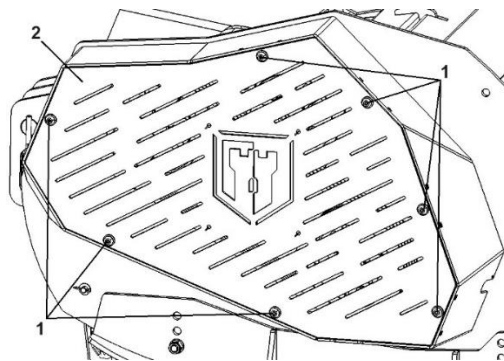

Abbildung 14. Einstellung der Riemenspannung des Riemenantriebs: 1 – Befestigungsschrauben, 2 – Schutzabdeckung des Riemenantriebs
Zur Einstellung der Riemenspannung ist wie folgt vorzugehen (Abb. 14):
- die Befestigungsschrauben der Schutzabdeckung des Antriebs abschrauben (Abb. 14 Pos. 1),
- die Schutzabdeckung des Riemenantriebs demontieren (Abb. 14 Pos. 2),